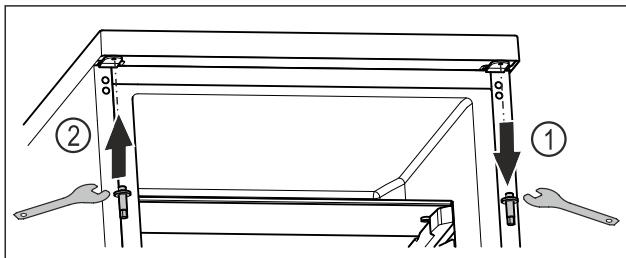

Fig. 18
- Izskrūvējiet augšējo tapu ar ārēju sešstūra uzgriežnatslēgu. Fig. 18 (1)
- Pieskrūvējiet tapu pretējā pusē ar ārēju sešstūra uzgriežnatslēgu. Fig. 18 (2)